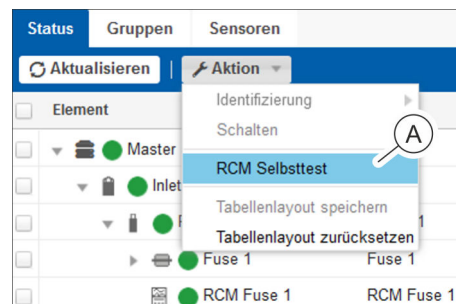

Abb. 107: Menü "Status"
- Über „Aktion → RCM Selbsttest“ (Abb. 107/Ⓐ) den RCM Selbsttest anwählen.